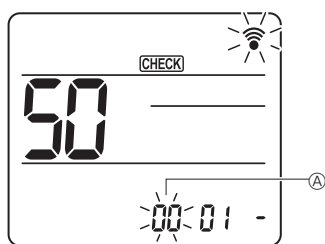

Fig. 6-20
- ② Configuración del número de unidad
Pulse el botón **↓** para seleccionar el número de unidad ②. (Fig. 6-20)